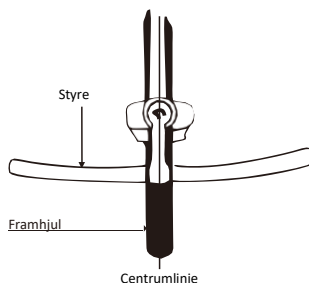

Fig.10 Montering av styrstam och styre
1. Vrid styret så att det är rakt i förhållande till framhjulet (se fig. 10) och drag åt skruven för expansionskilen.
5. Kontrollera åtdragningen av samtliga skruvar innan cykeln tas i bruk. Det är viktigt att styret ej kan rotera i sitt fäste. Det är också viktigt att styrstammen ej vrider sig om du grenslar framhjulet, håller fast det mellan knäna och försöker vrida styret (se fig. 10.)